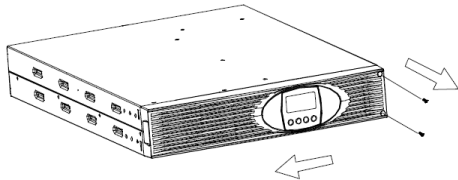

Abbildung 5: Entfernen der Frontblende
2. Entfernen Sie die Frontblende (siehe Abbildung 5). Lösen Sie zuerst die beiden Schrauben an der rechten Seite der Blende. Schieben Sie danach die Blende nach links.